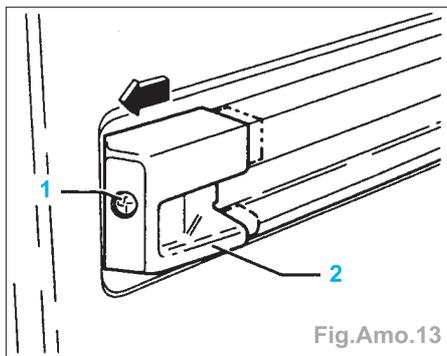

Fig. Amo.13
- Dévisser la vis à tête cruciforme (1) et extraire l'embout (2) du rail de guidage (Fig.Amo.13).